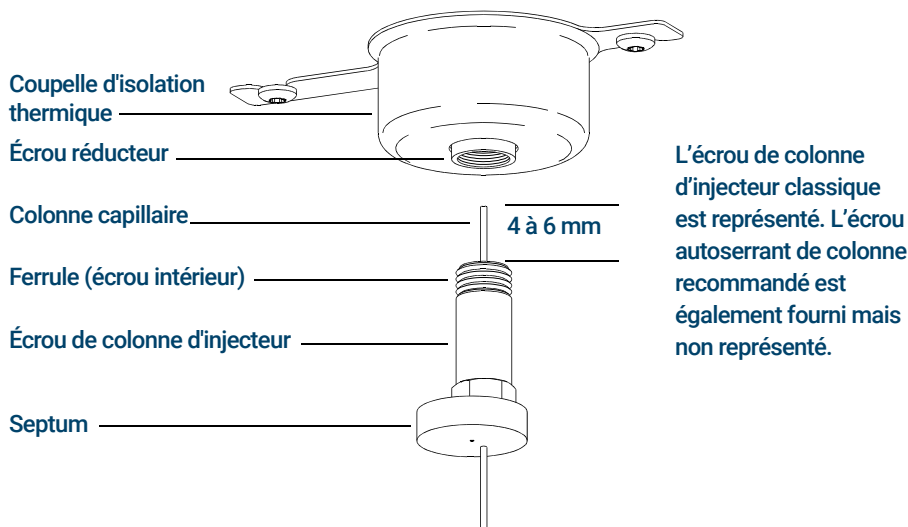

Figure 4. Installation d'une colonne capillaire dans un injecteur avec/sans division (split/splitless)
- 7 Positionner la colonne pour qu'elle dépasse de 4 à 6 mm l'extrémité de la ferrule. (Voir **Figure 4**.)